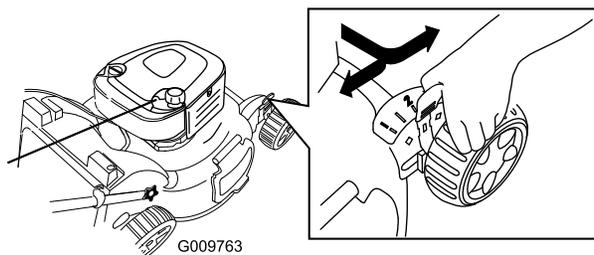

Figure 18
**Remarque:** Pour élever la machine, déplacez les 4 leviers de hauteur de coupe en avant ; pour abaisser la machine, ramenez les leviers en arrière (Figure 18).